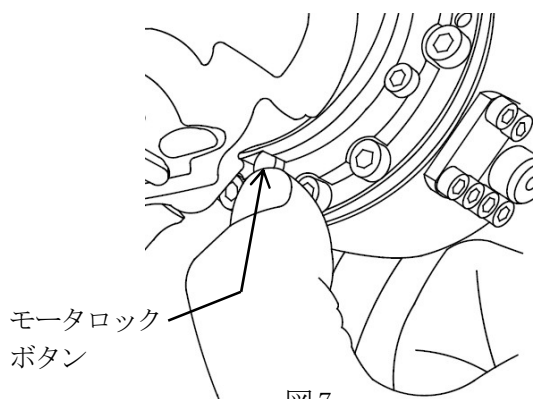
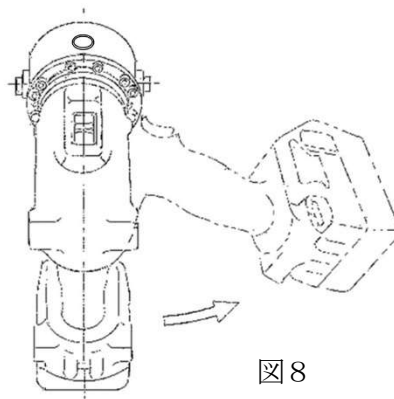

図7
図8
4. 作業内容に応じ、モータ取手部の位置を左又は右約90°回転します。右または左のモータロックボタンを指で押してモータを回転させます。（図7、図8）